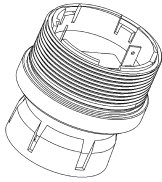

Рис. 51 Датчик и защитная крышка модели общего применения в сборе
- (1) Нет необходимости открывать корпус самого прибора; просто открутите датчик в сборе от верхней части корпуса газоанализатора серии ULTIMA X [→ Рис. 51].